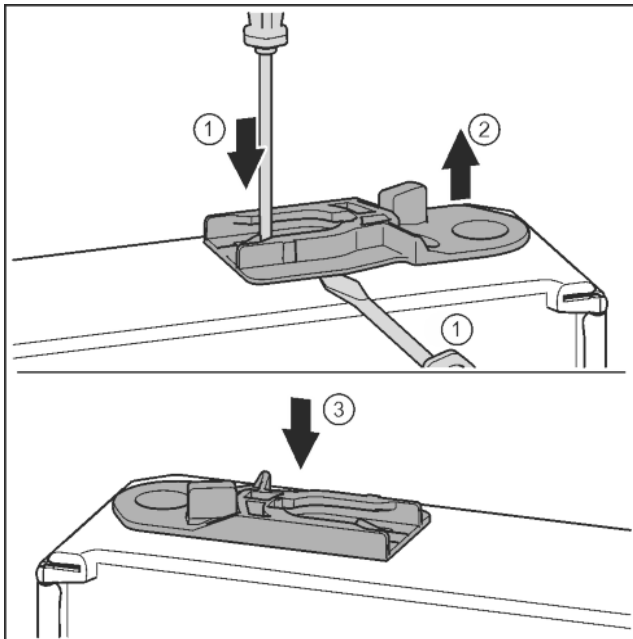

Fig. 28
- ▶ Vytáhněte vodící pouzdro: Stiskněte jazýček šroubovákem a současně plochým šroubovákem zajeďte pod vodící pouzdro. *Fig. 28 (1, 2)*
- ▶ Vodící pouzdro přiložené v příslušenství zasuňte na druhé straně pláště. *Fig. 28 (3)*